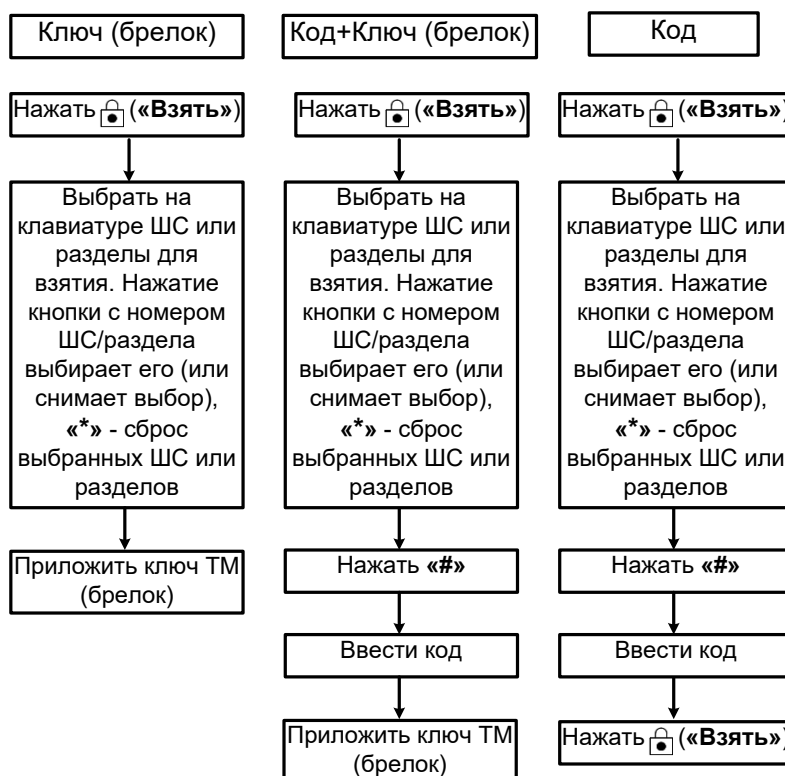

Рисунок 2.23 - Постановка под охрану с выбором ШС или разделов
- Если необходимо поставить под охрану ШС с выбором (как полное, так и частичное взятие), следует (см. рисунок 2.23):